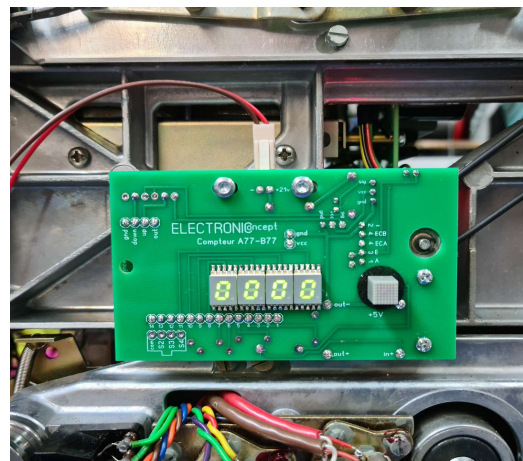

Figure 4
- Installer le compteur digital, avec les vis et les rondelles carton (rondelles entre la tête de vis et le circuit.) Replacer la courroie sur la poulie.(Figure 4).
- Installieren Sie den digitalen Zähler mit den Schrauben und den Pappscheiben (Unterlegscheiben zwischen Schraubenkopf und Stromkreis) Ersetzen Sie den Riemen an der Riemenscheibe (Abbildung 4)